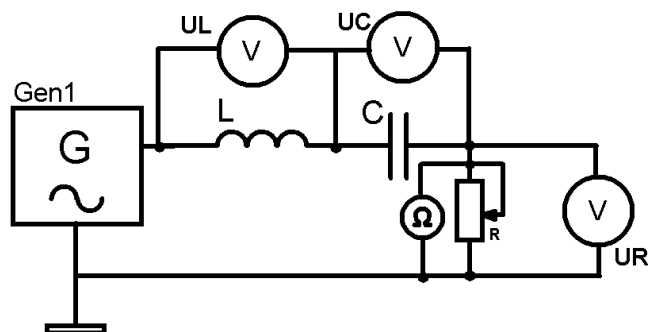

Рис.1. Принципиальная электрическая блок-схема учебной лабораторной установки ФЭЛ-19.
Принципиальная электрическая схема учебной установки (упрощенная) приведена на рис. 1.
1. Проверить целостность сетевого провода перед включением установки в сеть и разобраться в принципиальной схеме учебной установки на рис. 1.